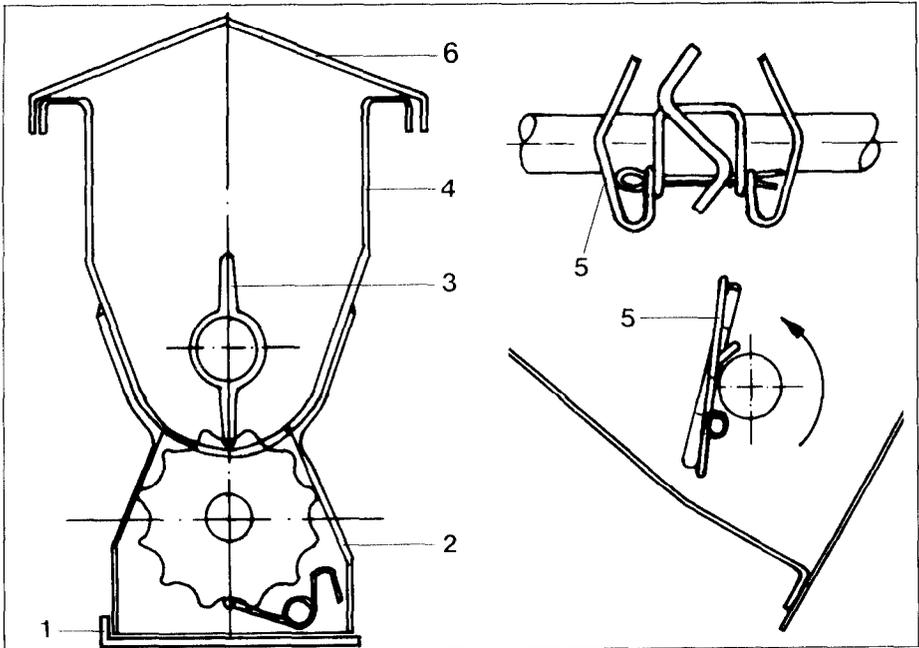
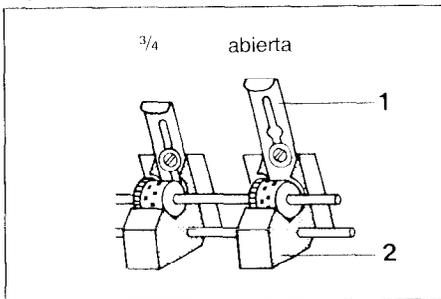

Fig. 38
Fig. 39
- a) Retirar las placas de cierre (Fig. 38/1) bajo las tolvas dosificadoras (Fig. 38/2). En el caso de que no se utilicen algunos elementos sembradores, dejar las placas de cierre correspondientes.
- i) Colocar las trampillas de alimentación (Fig. 39/1) de los elementos sembradores (Fig. 39/2) en la posición « $\frac{3}{4}$ », incluso cuando la tabla de siembra indique la posición de «abierto». Debido al efecto más intenso del agitador (Fig. 38/5) puede salir semilla en exceso.
El vaciado puede realizarse volcando el dispositivo fuera de la tolva, después de aflojar el tornillo anillado. El producto sobrante queda recogido en la tapa (Fig. 38/6), de la que puede eliminarse fácilmente.
La máxima seguridad se obtiene realizando una prueba manual para el producto. Para ello, una vez actuado como indican los puntos a) hasta e) en la pág. 37, debe vaciarse la tolva de semilla. Girando manualmente con la palanca debe comprobarse que el producto fluye de todos dosificadores. A continuación se cierran con las plaquitas inferiores (Fig. 38/1).
Se girará la transmisión el mismo número de vueltas que el utilizado para la semilla. De esta forma, el producto cae sobre las plaquitas de cierre (Fig. 38/1) bajo los dosificadores (Fig. 38/2). Retirar las plaquitas (Fig. 38/1) con cuidado, evitando derramar el producto. Volcar las plaquitas sobre un papel, y pesarlo con una balanza de cartas o similar.